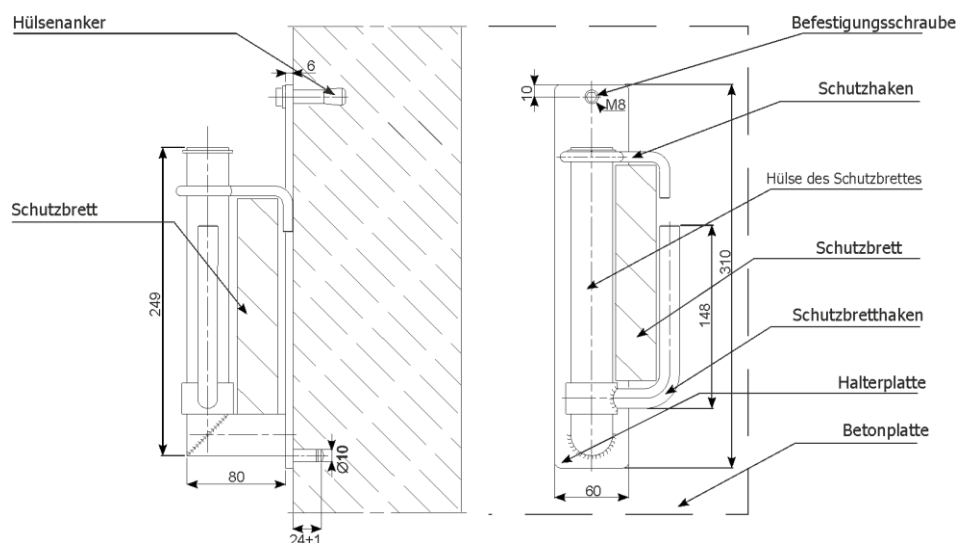

Abb. 59 Montage der Halterung für Lichtschächte
2.17 Montage der Halterung für Liftschächte (Abb. 59)